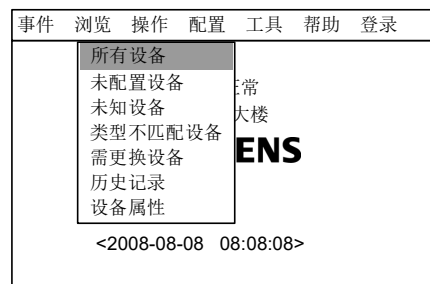
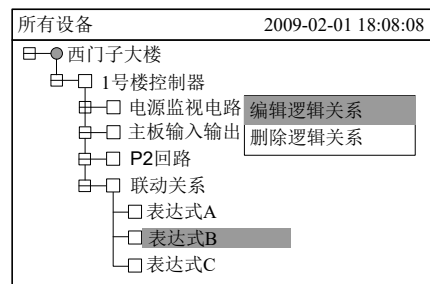
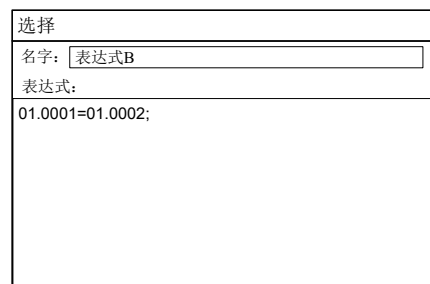

图 25-2
图 25-3
图 25-4
2. 按“→”键选择“浏览”子菜单（图 25-2），选择“所有设备”，然后按“OK”键，树状图显示出来（图 25-3）。按“↓”/“↑”键查找需要修改联动关系表达式。
3. 按“→”键弹出快捷菜单（图 25-3），然后按“↓”键选择“编辑逻辑关系”，再按“OK”键，进入编辑逻辑关系界面（图 25-4）。对该逻辑关系进行编辑修改即可。